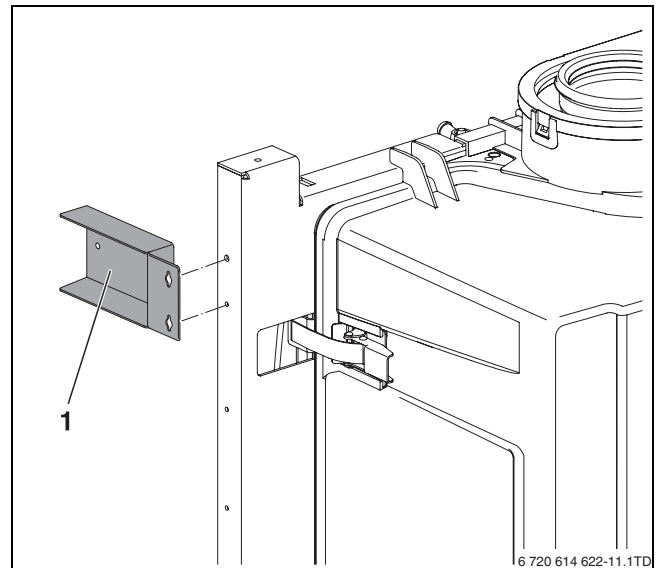

Bild 25 Halteblech für Solarmodul SM10 montieren
- Halteblech (1) für Solarmodul SM10 oben links oder rechts montieren (→ Bild 25)